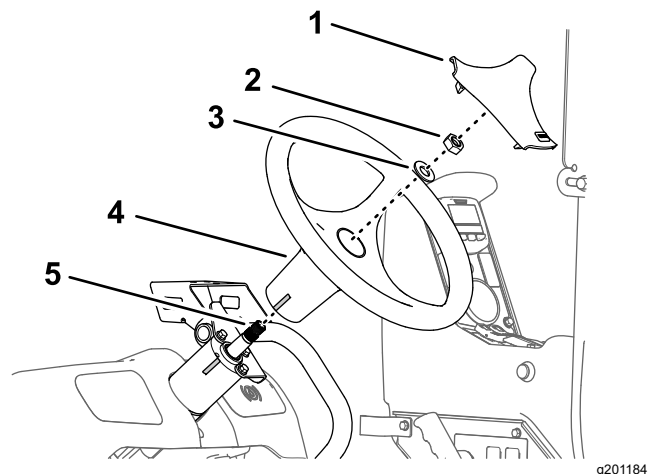

Рисунок 172
- Совместите отметку липкой лентой на рулевом колесе с отметкой липкой лентой на корпусе клапана рулевого управления (Рисунок 172).
- Установите рулевое колесо на вал клапана рулевого управления (Рисунок 172) с помощью шайбы (5/8 дюйма) и гайки (5/8 дюйма), снятых при выполнении пункта 3 в разделе Демонтаж рулевого колеса (страница 89).